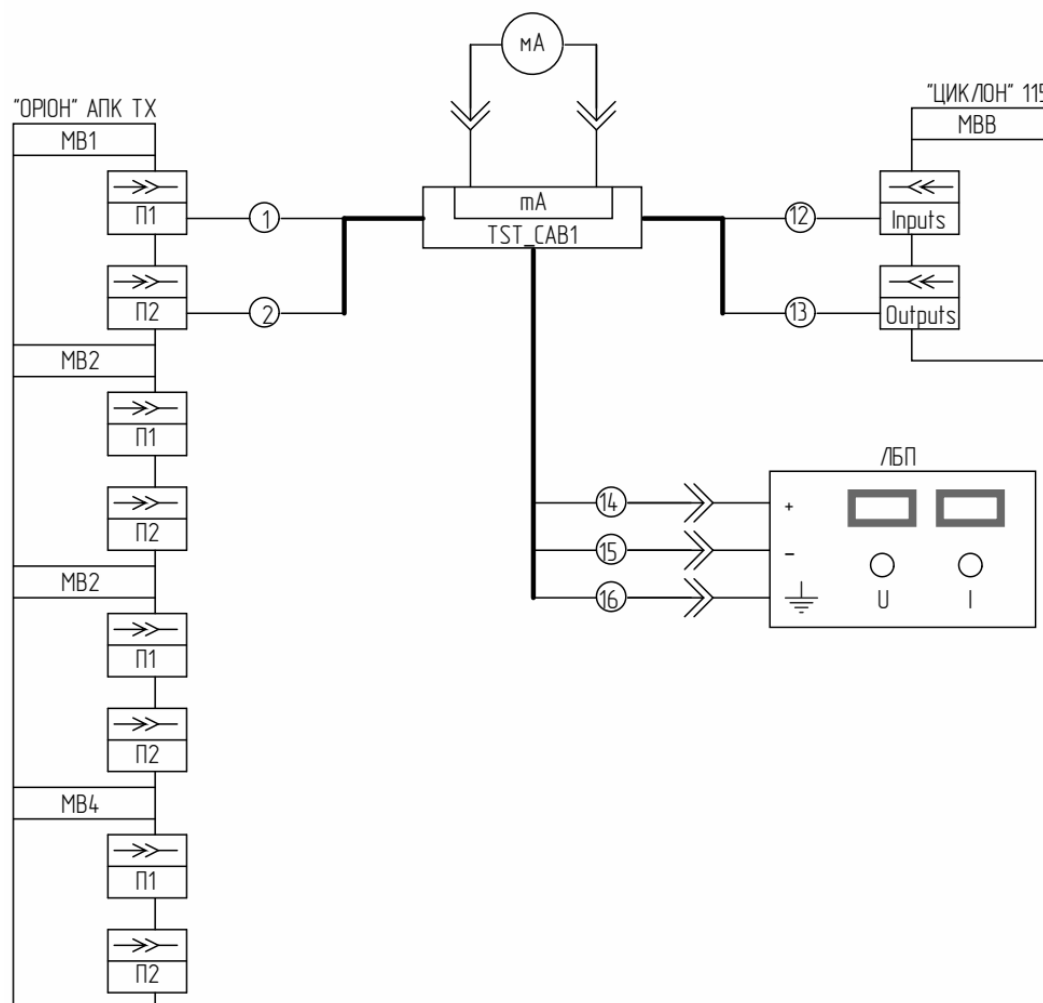

Рисунок 8.10.1 – Схема подключения
- 1) Подключить «ОРИОН» АПК ТХ к «ЦИКЛОН» 115 и ЛБП с помощью тестового кабеля «TST_CAB1» (см. рисунок 8.10.1);